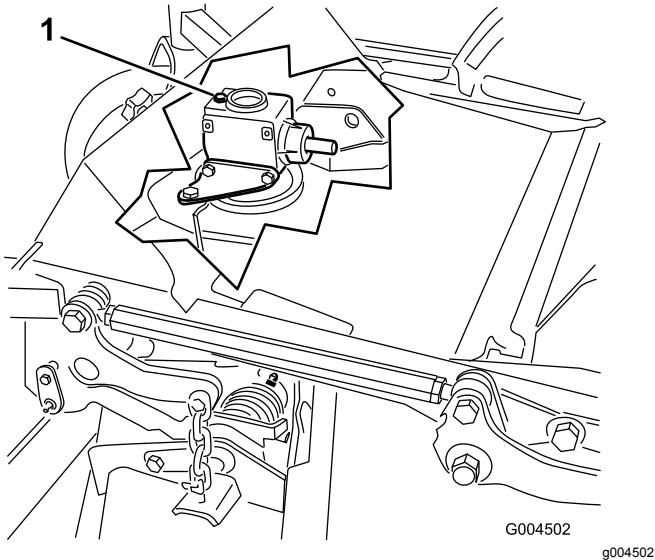

Figure 58
- Retirez le bouchon de remplissage-jauge au sommet du boîtier d'engrenages et vérifiez que le niveau de lubrifiant se situe entre les repères sur la jauge (Figure 58).
- Retirez le bouchon de remplissage-jauge au sommet du boîtier d'engrenages (Figure 58).